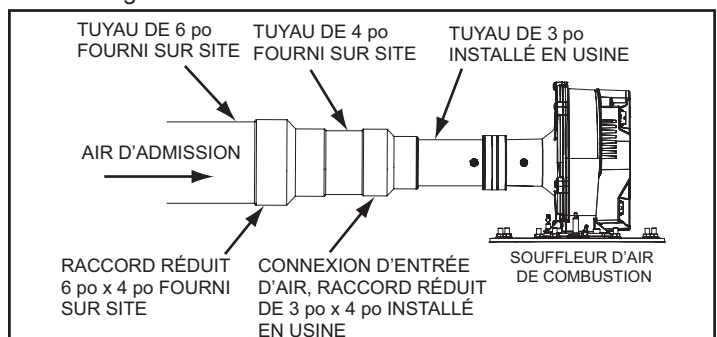

Figure 18. Raccordement d'admission d'air
14. Pour installer un tuyau d'admission d'air de 6 po, réduire à du tuyau de 4 po au niveau du connecteur d'admission d'air sur le chauffe-eau comme illustré à la *Figure 18*. Le tuyau de 4 po installé sur place entre le connecteur d'admission d'air et le raccord de réduction de 6 po x 4 po doit être de 45 cm (18 po) de long au maximum.